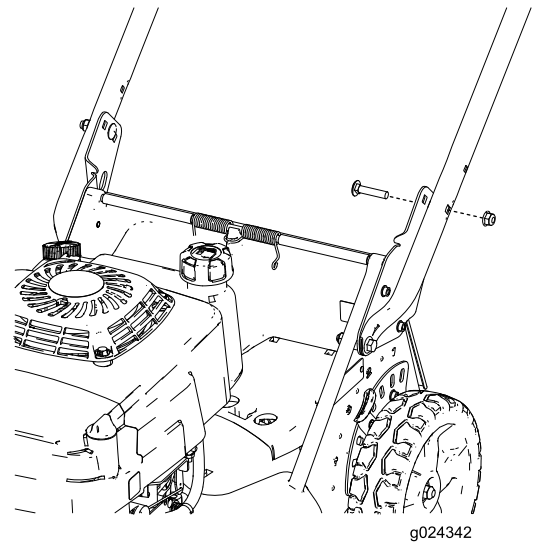

**Figure 4**
4. Tenez-vous derrière la machine à la position d'utilisation pour déterminer la hauteur du guidon qui vous convient le mieux (Figure 4).